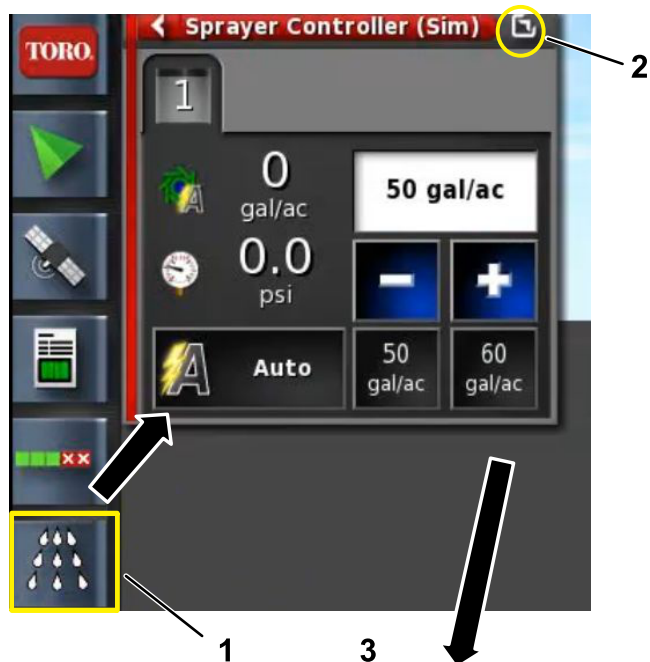

Figura 3
3. Seleccione el nombre del producto, complete el asistente de caudal, y confirme (Figura 3).